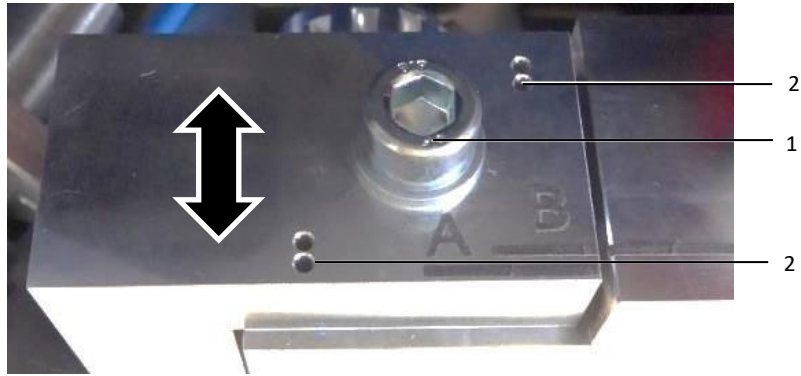

Bild 14: Inställning för öppningskil (inställd: B)
- Lossa fixerskruven (bild 14, pos. 1) så mycket att inställningsplattan kan lyftas något över styrstiften.
- För inställningsplattan till önskad position. Ett par styrstift måste passa in i motsvarande öppningar (bild 14, pos. 2).
- Dra åt fixerskruven (bild 14, pos. 1) igen.